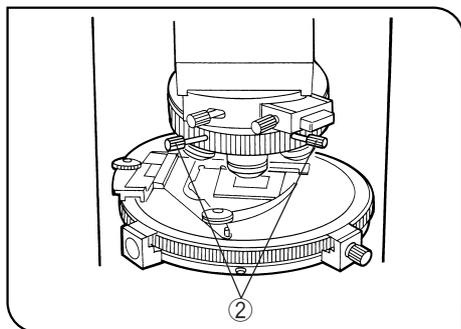

図 27
- 7) レボルバに付属の心出しつまみ(2ヶ所)②を20×または10×の基準対物レンズの心出し穴に挿入します。
- 8) 中央の明るいコノスコープ像を心出しつまみ②を回して中央に移動させます。(図27)